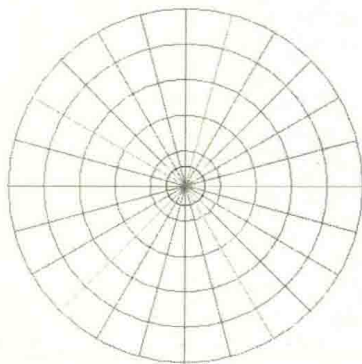

图 11-53 极坐标
(4) 单击“OK”按钮，完成极坐标参数设置，退回网格管理器，勾选“Comp”选项。可以看到，PCB 上以之前设置的原点为中心生成一个如图 11-53 所示的极坐标。